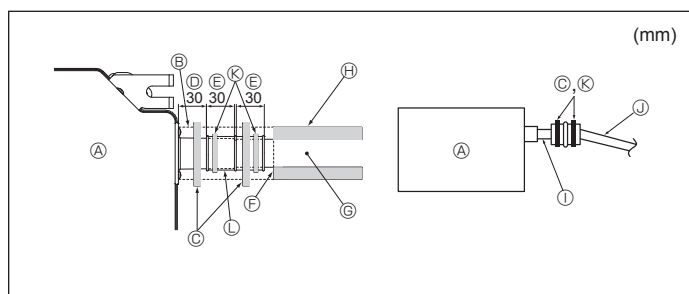

Fig. 3-5
1. Ligue o bocal de drenagem (fornecido com a unidade) à porta de drenagem. (Fig. 3-5) (Fixe o tubo com adesivo em PVC e, em seguida, segure-o com uma banda.)